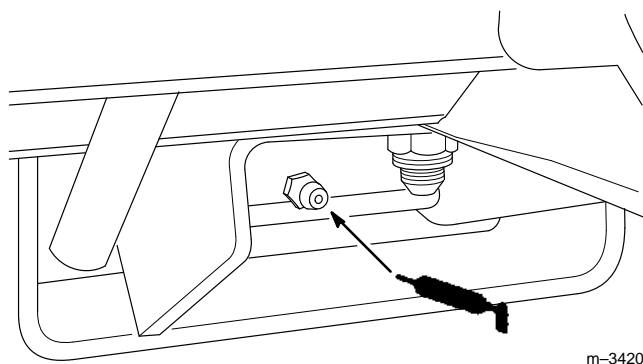

Abbildung 38
6. Den Nippel am Bremspedal schmieren (Abb. 38).